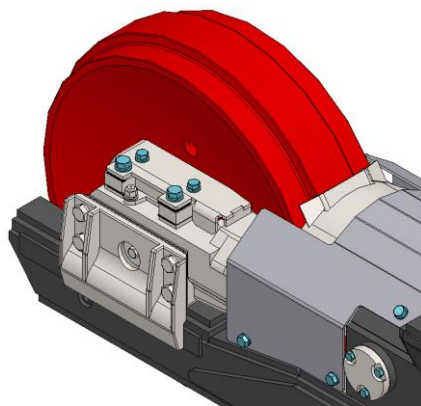

Рисунок 5.70. Внешний осмотр и процедура смазки натяжного колеса
- Выполнить визуальный осмотр (рис. 5.70). Не допускается течь масла из-под опорных крышек.